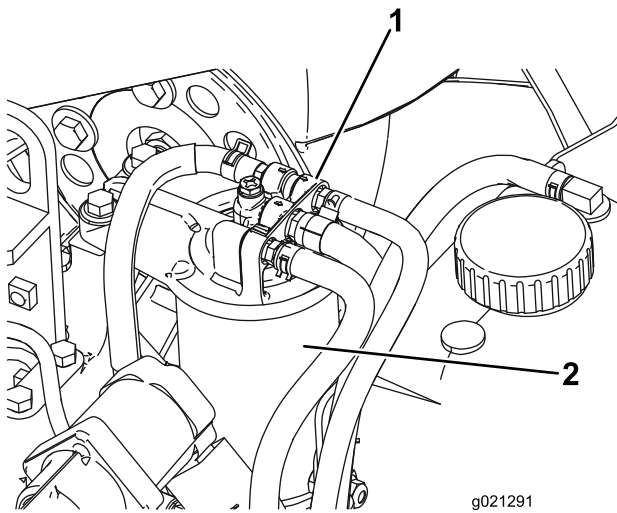

図 82
1. 燃料フィルタのヘッドの周囲をきれいに拭く 図 82。
2. フィルタを外してフィルタヘッドの取り付け部をきれいに拭く 図 82。